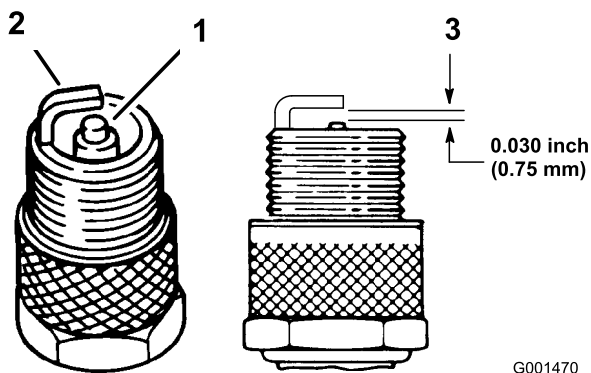

Bild 36
3. Prüfen Sie den Abstand zwischen den mittleren und seitlichen Elektroden (Bild 36). Verbiegen Sie die seitliche Elektrode (Bild 36), wenn der Abstand nicht stimmt.
3. Schließen Sie den Zündkerzenstecker wieder an die Zündkerze an (Bild 36).
1. Sehen Sie sich die Mitte der Zündkerze an (Bild 36). Wenn der Kerzenstein hellbraun oder grau ist, ist der Motor richtig eingestellt. Eine schwarze Schicht am Kerzenstein weist normalerweise auf einen schmutzigen Luftfilter hin.